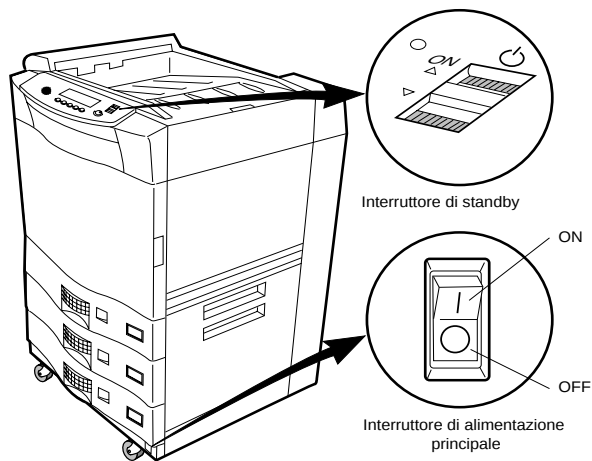

Figura 1-10 Interruttore di standby e interruttore di alimentazione principale
1. Individuare l'interruttore di alimentazione principale, come mostrato nella Figura 1-10.